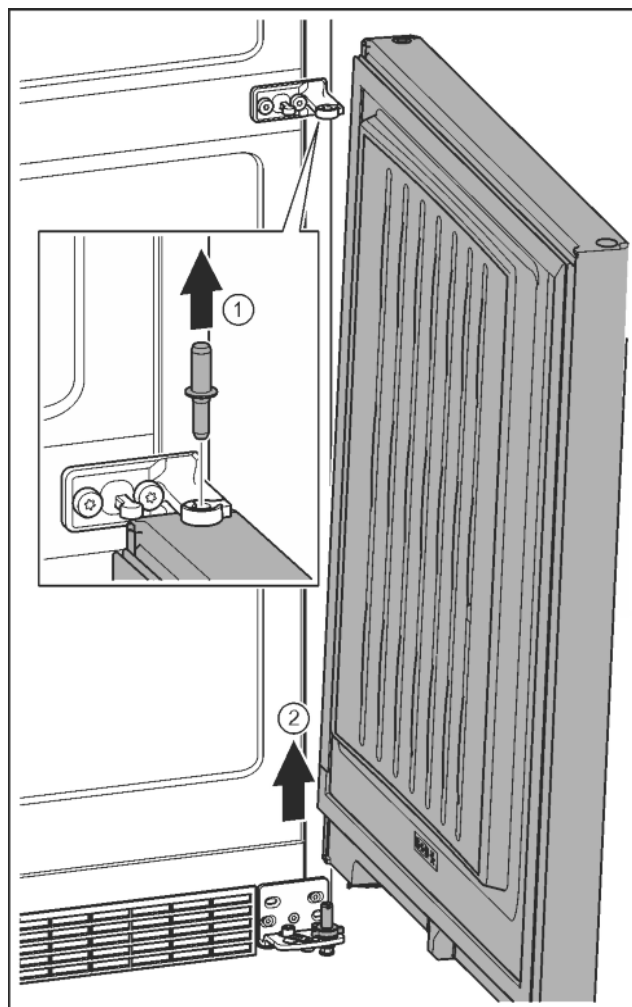

Fig. 10
- ▶ Витягніть гвинт догори. *Fig. 10 (1)*
- ▶ Відкрийте дверцята, зніміть рухом вгору та відкладіть убік. *Fig. 10 (2)*